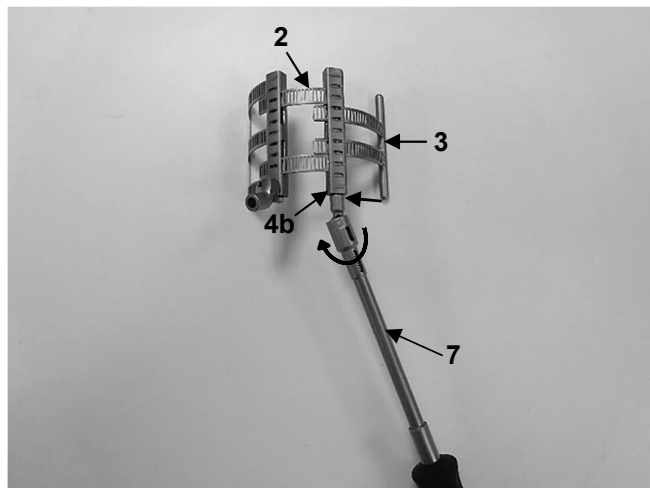

Abb. 14
2. Anschließend das sekundäre Element (3) in das primäre Element (2) einsetzen und mittels Kardan Schraubendreher LMT-4 (7) einfahren. Hierfür die Außensechskantschraube an dem Kastenmodul des primären Elements (4b) mithilfe des Kardan Schraubendrehers LMT-4 (7) gegen den Uhrzeigersinn drehen (Abb. 14).